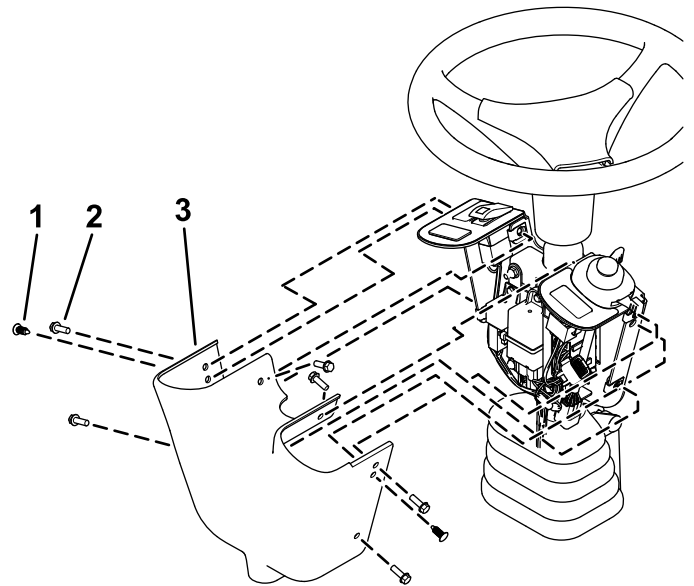

図 12
13. 図 12 図に示すように、プッシュリベット2個と六角頭ネジ $\frac{1}{4}$ " x $\frac{3}{4}$ " 6本を使って、コントロールカバーをスイッチマウントに取り付ける。